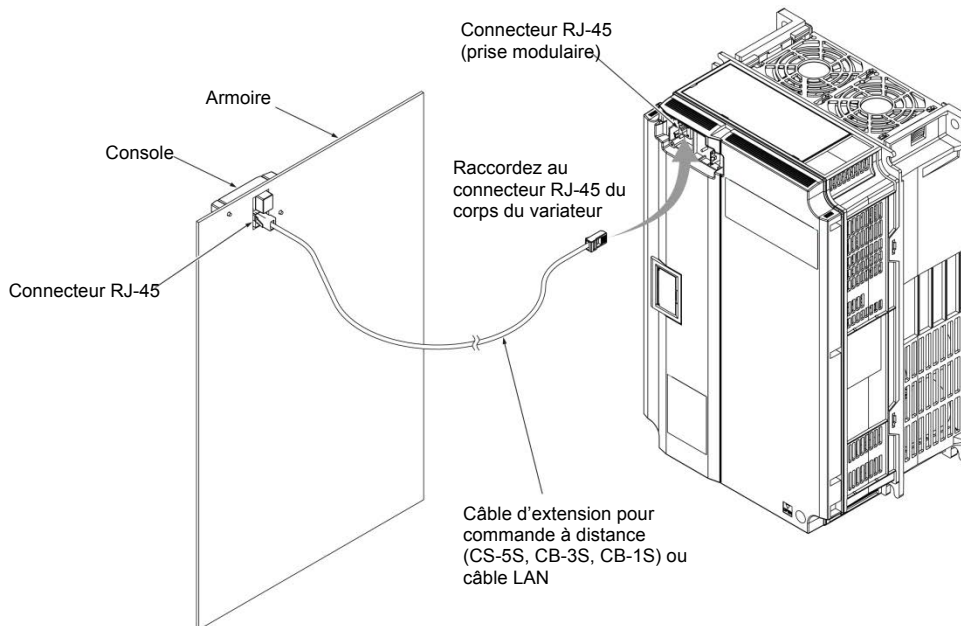

Figure 13.1-8 Raccordement du câble d'extension ou du câble LAN disponible dans le commerce entre la console et le corps du variateur
- (5) Raccordez le câble d'extension pour commande à distance (CB-5S, CB-3S, CB-1S) ou le câble LAN disponible dans le commerce (droit) au connecteur RJ-45 de la console et au connecteur RJ-45 du corps du variateur (prise modulaire). (Cf. Figure 13.1-8.)